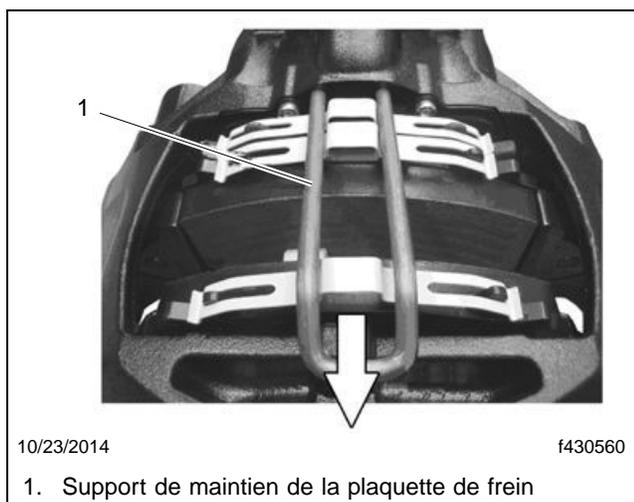

Fig. 4, Retrait du support de maintien de la plaquette de frein
25. Exercez une légère pression avec votre main sur le support de maintien de la plaquette de frein, puis retirez le support. Reportez-vous à la **figure 4**.